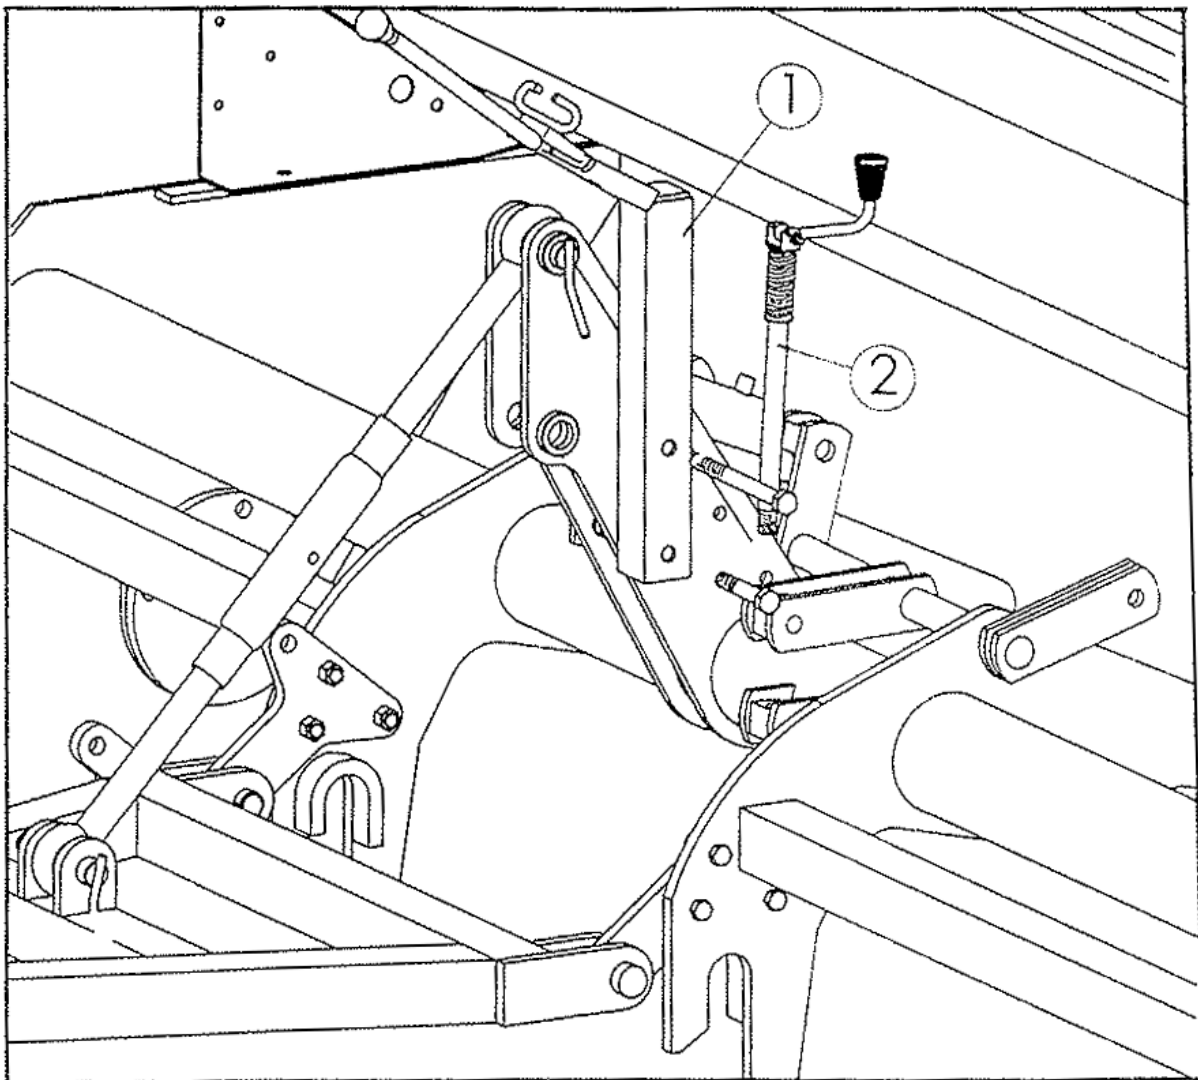

fig. 4
D. MONTAJE DEL MANDO DE LOS TRAZADORES Y DEL HUSILLO DE CONTROL DE PROFUNDIDAD (fig. 4)